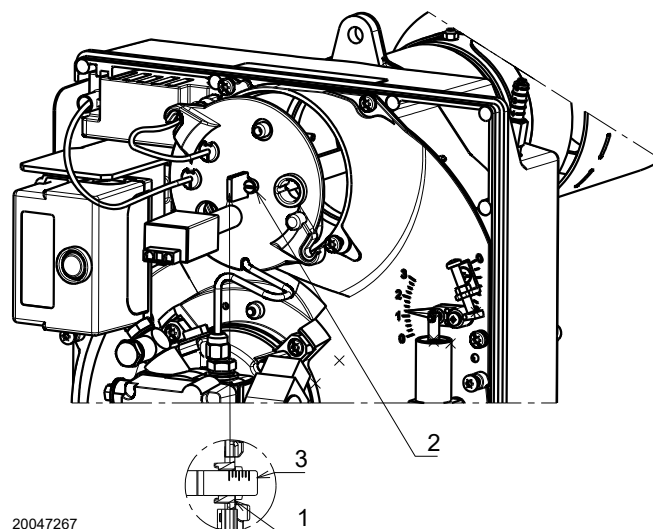

Fig. 14
- Tourner la vis de réglage 2) (Fig. 14) dans le sens des aiguilles d'une montre ou dans l'autre sens, jusqu'à ce que l'encoche gravée sur la bride de régulation 3) corresponde avec le plan externe du groupe porte gicleur 1).